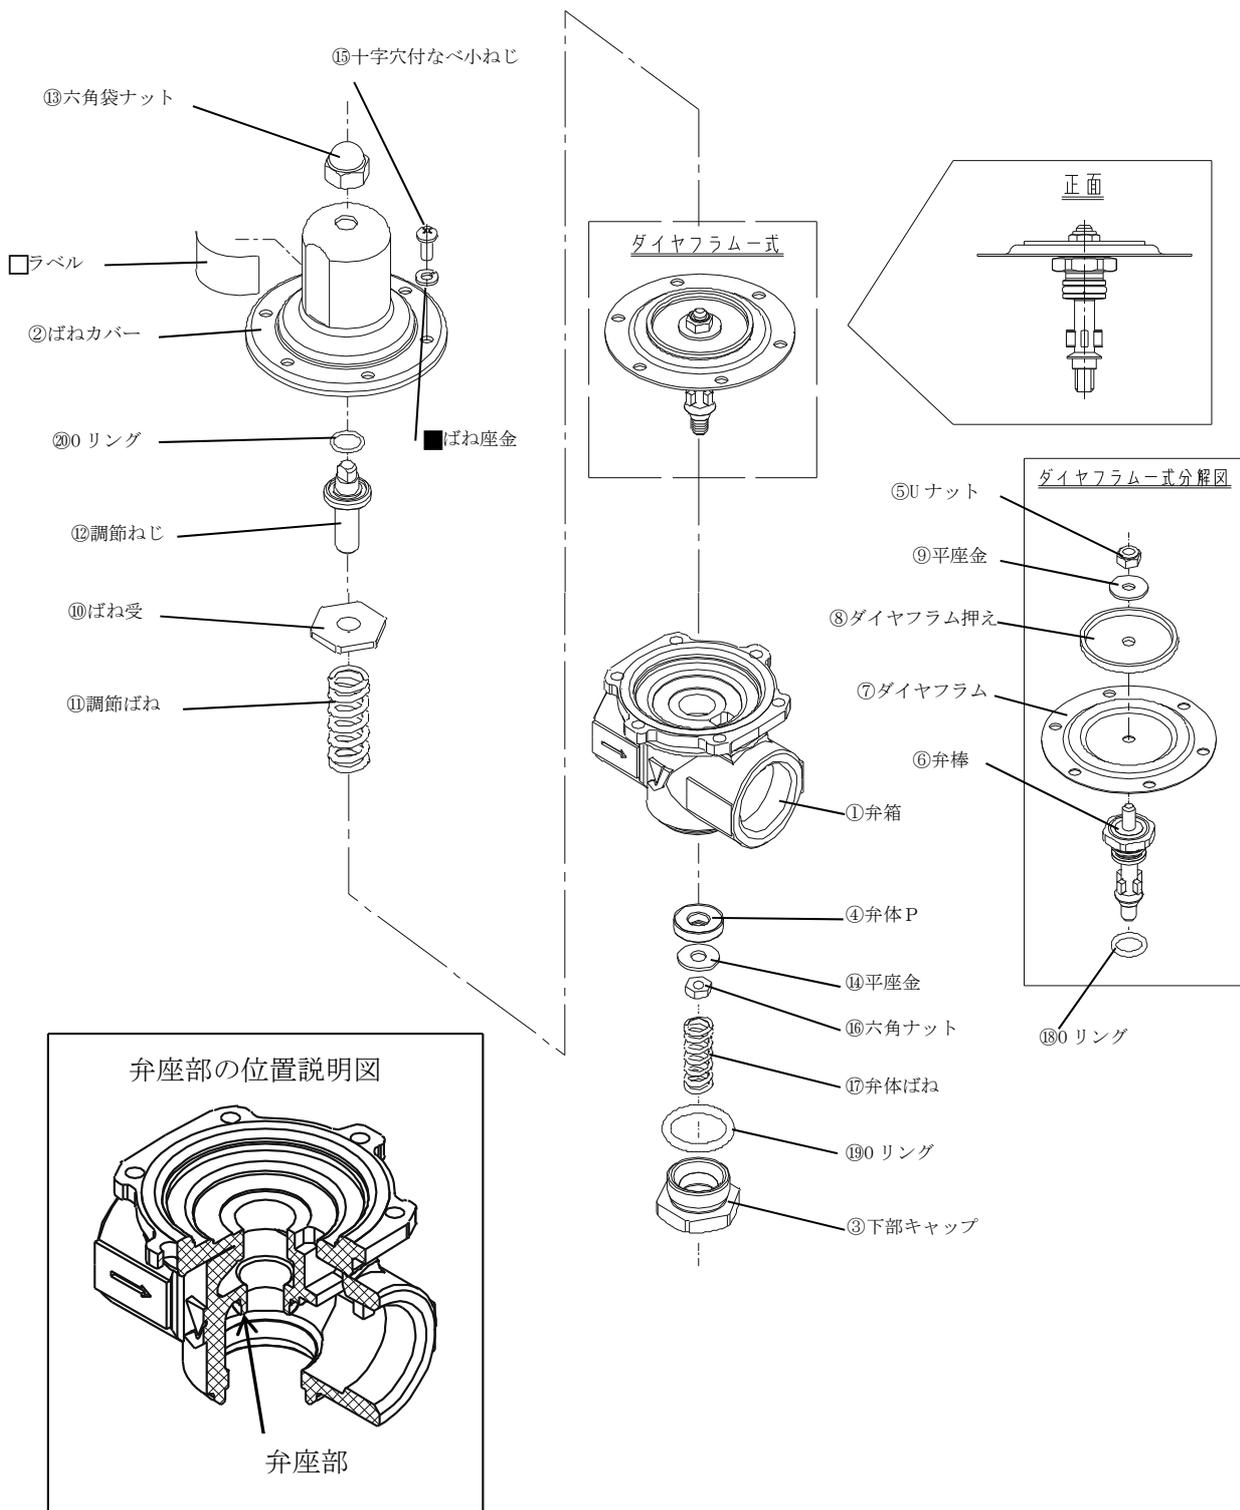

図 2 .GD-41 型分解図
消耗部品は使用頻度、使用条件などにより耐用年数は異なりますが、交換時期の目安は以下の通りです(表中の部品番号は「図 2 GD-41 型分解図」中の番号を示します)。
6.2 故障と対策 (図 2.参照)
(弁座部については、「図 2.GD-41 型分解図」を参照してください。)